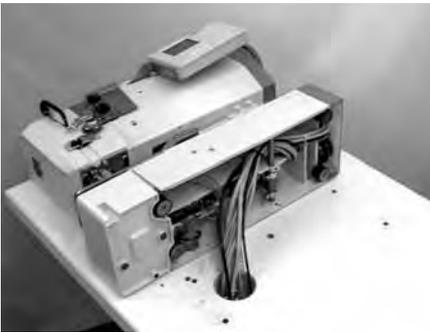

Abb. 1
- Nähkopf entsprechend der Abb.1 auf die Tischplatte legen.